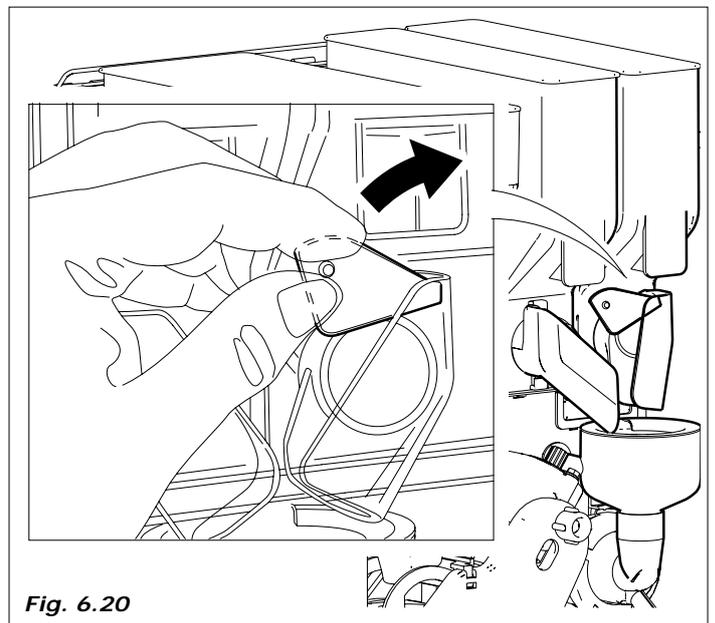

Fig. 6.20
**!** Luego de haber colocado nuevamente el recipiente, hay que levantar la compuerta para restablecer el funcionamiento correcto (fig. 6.20).